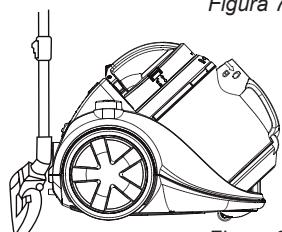

Figura 8
- Acorte completamente la longitud del tubo telescopico. La aspiradora trae por debajo una abertura para introducir el elemento donde se fija (véase la figura 8). Introduzca la parte vuelta del elemento en el orificio. Así puede guardar fácilmente la aspiradora y volverla a utilizar sin tener que desensamblar las partes.